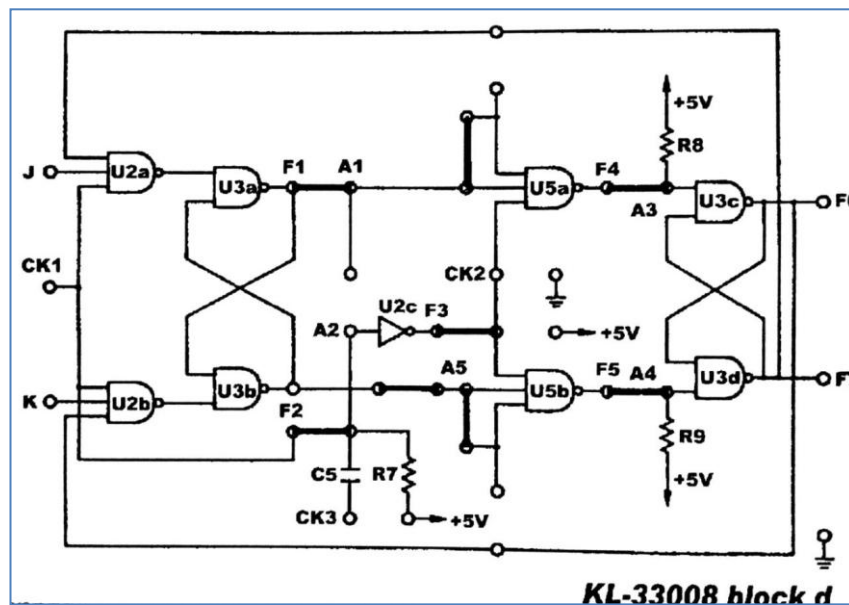

Figure 4.5c: Montage de la Bascule JK.
- b. Utiliser le module KL 33008 pour réaliser le circuit en question, compléter les connexions en utilisant le **block d**. Ensuite Insérer des cavaliers et des fils conformément à la figure 4.5c.